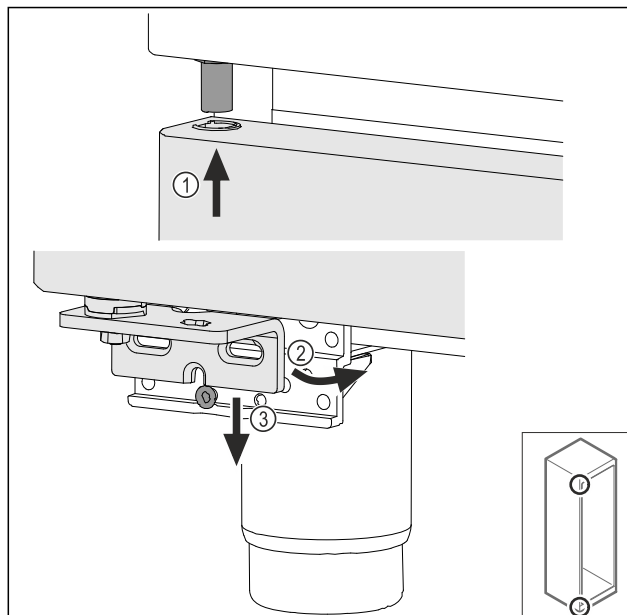

Fig. 43
- ▶ Rahlo nagnjena vrata vstavite zgoraj Fig. 43 (1), poravnajte vrata Fig. 43 (2) in jih spodaj postavite na vijak ležajnega podstavka Fig. 43 (3).